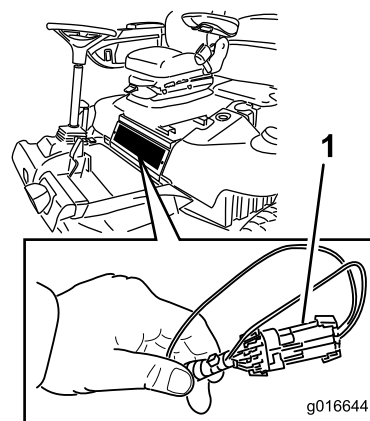

Figura 43
2. Togliete il pannello di accesso posto sotto la parte anteriore del sedile (Figura 43).
3. Accedete al cablaggio preassemblato ed ai connettori accanto al controller (Figura 43).